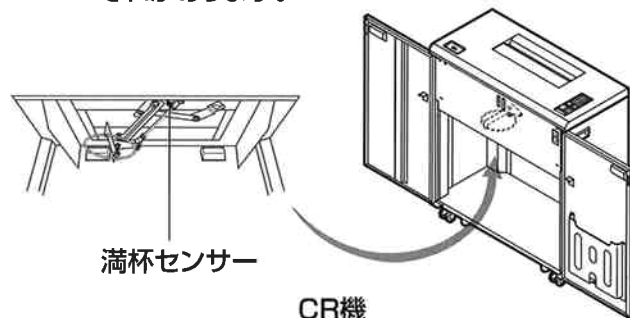

図10 満杯センサーの掃除
- 1.右扉⑥と左扉⑦を開けて、電源スイッチ①の下側を押して電源を切り、電源コード⑧の電源プラグを抜いてください。 **図10 参照**